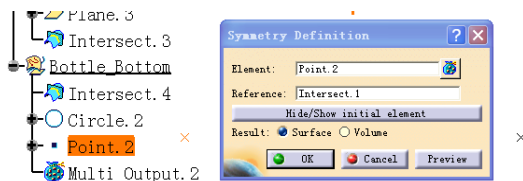

图 4-415
② 建立点的对称。单击“对称”图标, 选择步骤①中创建的点作为对称元素, 选择 Intersect.1 作为参考轴线, 结果 (Symmetry.1) 如图 4-415 所示。